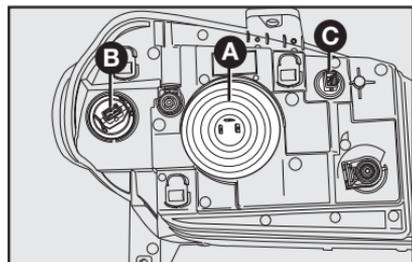

fig. 13
- 2) Puxar a tampa **A-fig. 13** para trocar a lâmpada do farol alto/baixo e retirá-la;
- 6) Recolocar a tampa **A-fig. 13**.
- 1) Girar o porta-lâmpada **B-fig. 13** no sentido anti-horário e retirá-lo.
- 3) Substituir a lâmpada e recolocar o porta-lâmpada **B-fig. 13**, girando-a no sentido horário.
- 1) Girar o porta-lâmpada **C-fig. 13** no sentido anti-horário e retirá-lo;
- 2) Puxar o porta-lâmpada **C-fig. 13** para retirá-la de sua sede;